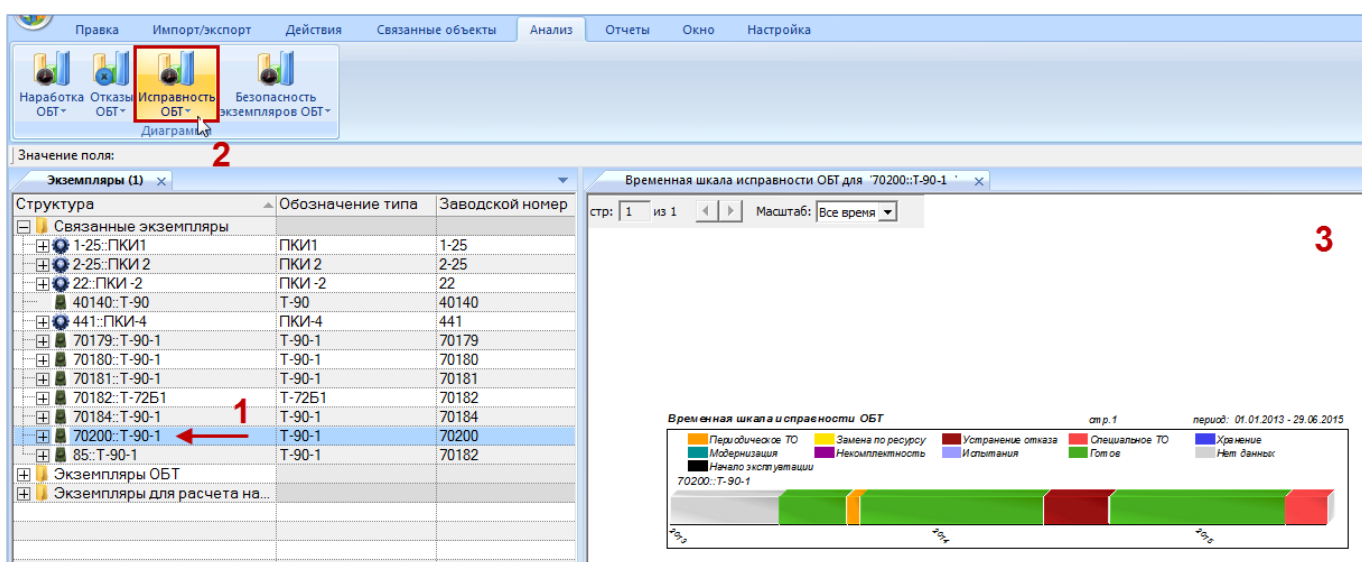

Рис. 28-36 – Построение временной шкалы исправности
4) В отдельном рабочем окне отображается временная шкала исправности (3 на рис. 28-36). Краткое описание инструментов панели «Файл» для диаграмм приведено в пункте 5.4.7 «Панель «Диаграммы»», стр. 64.